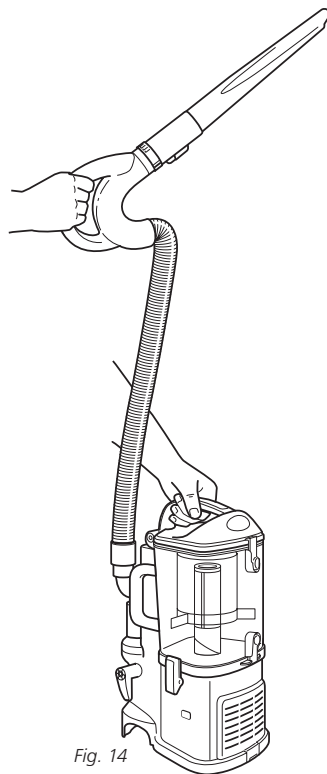

Fig. 14
- 4 Mettez l'interrupteur marche/arrêt en position "I" pour mettre l'aspirateur en marche pour le nettoyage des surfaces élevées et tenez la poignée dans une main pendant que vous transportez le chariot amovible de l'autre main. (Fig. 14)